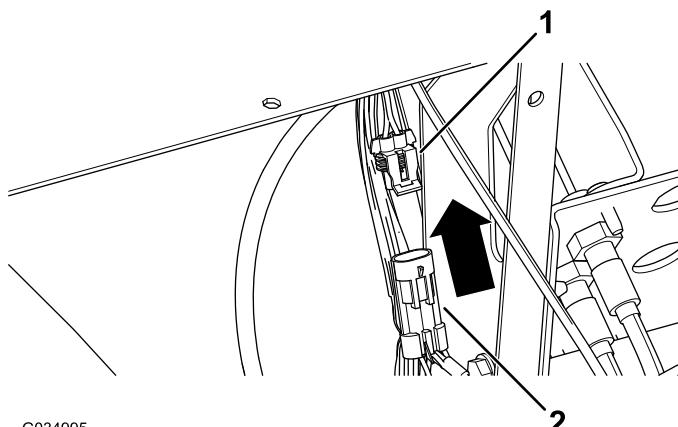

Figura 12
8. Inserite il cavo di alimentazione accessorio nella spina di alimentazione accessorio sul cablaggio preassemblato della macchina (Figura 12).